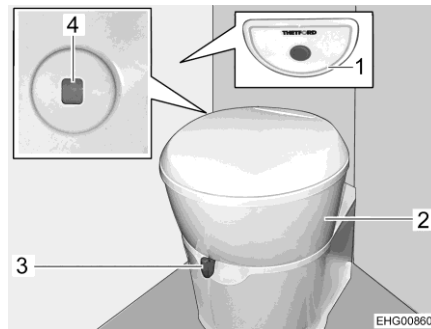

Bild 64 Toalett
Toalettskålen kan vridas till önskad position. Ta tag i toalettens överdel (Bild 64,2) med händerna och vrid.
Kontrollenheten med spolknappen (Bild 64,1) är placerad i närheten av toalettskålen.
Nivåindikeringen (Bild 64,4) ändrar färg från grönt till rött när latrintanken måste tömmas.
- Öppna spjället på toaletten före spolning. Skjut för detta spjällspaken (Bild 64,3) moturs.
- För att spola, tryck på den blå spolknappen (Bild 64,1).